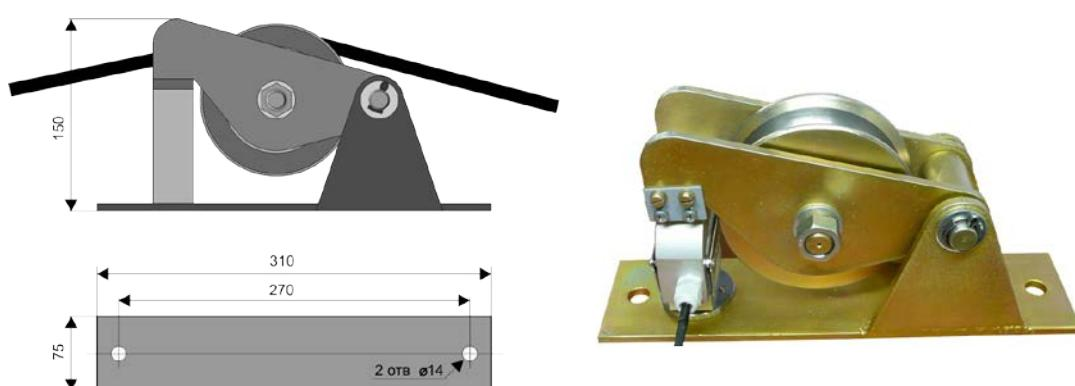

Рис. 5
6.5. Датчик веса груза, Рис.5, представляет собой прибор, преобразующий усилие, создаваемое в грузовом тросе массой поднимаемого груза, в электрический сигнал. Датчик выполнен на базе тензопреобразователя С2 фирмы "Тензо-М" класса точности 0,03%.